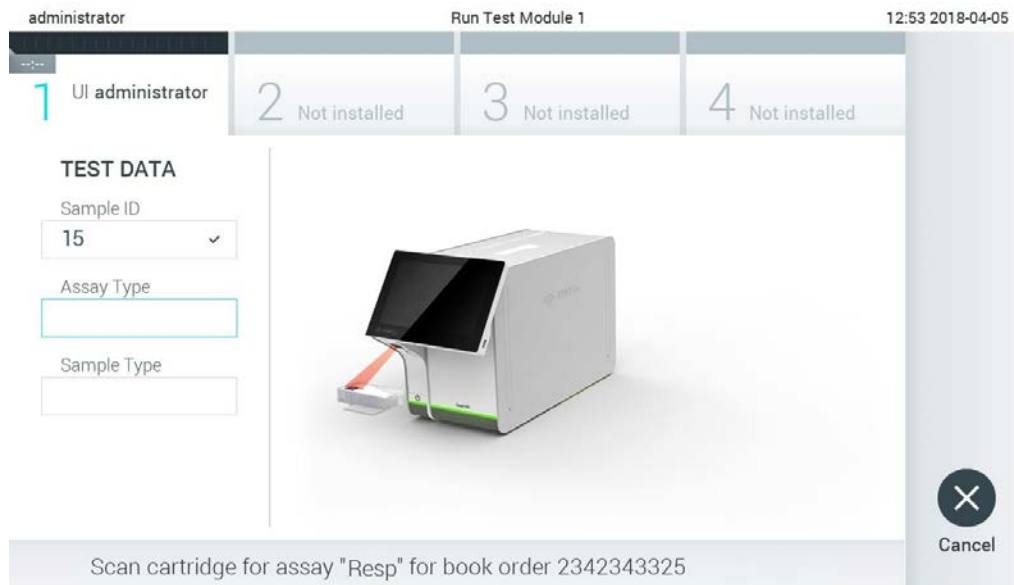

Figura 77. Scanarea codului de bare al cartușului de test QIAstat-Dx.
4. Atunci când comanda testării a fost primită cu succes de la gazdă, se afișează „Scan cartridge for assay <assay_name> and book order <order_number>” („Scanare cartuș pentru testul <nume_test> și pentru comanda fermă <număr_comandă>”). Scanați codul de bare al cartușului de test QIAstat-Dx specificat (Figura 77, pagina următoare).